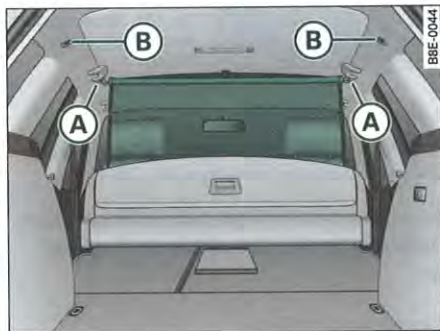

Fig. 104 Cœils de fixation du filet de séparation
- Accrochez la tringle transversale aux cœils de fixation (B) ⇒ fig. 104.
- Accrochez la tringle transversale aux cœils de fixation (A) ⇒ fig. 104.